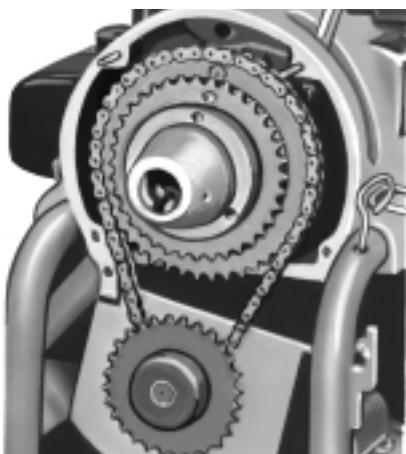

Figure 2 – Chaîne d'entraînement installée sur le gros pignon
- Mettez la machine au ralenti en mettant la **chaîne d'entraînement** sur le gros pignon (*Figure 2*).